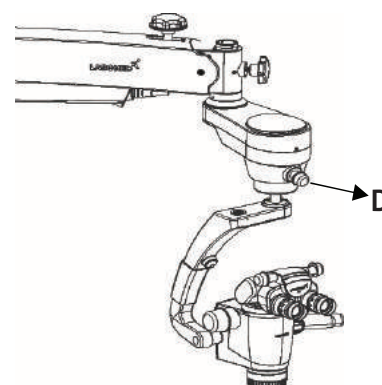

Fig. 15
La commande d'intensité lumineuse (D) se trouve à l'avant du bras d'équilibrage automatique (ABA). La luminosité du champ de vision peut être réglée comme souhaité à l'aide du bouton de commande de l'intensité, comme indiqué dans la Fig. 15.